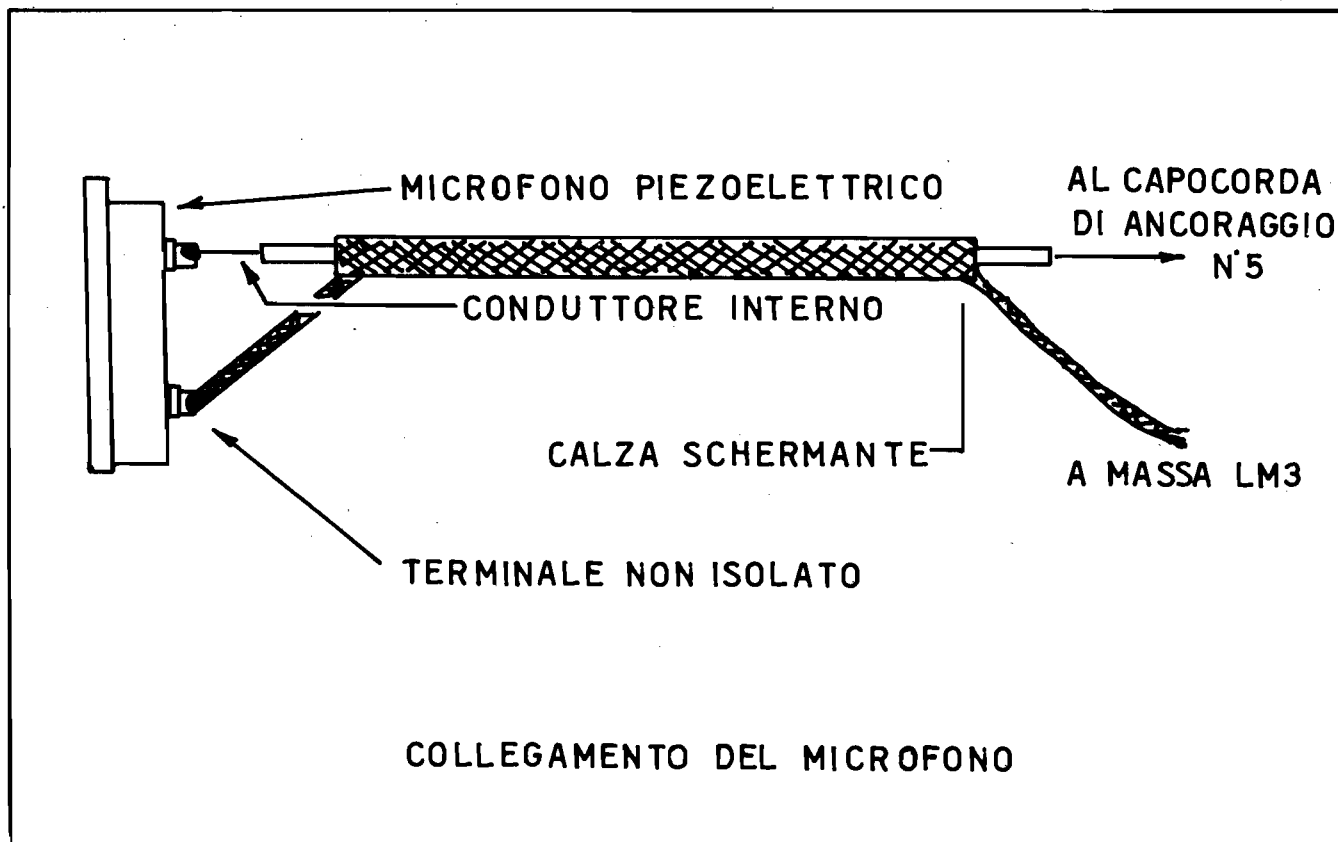

Fig. 6
- calza schermata esterna al capocorda di massa LM3 (fig.6).